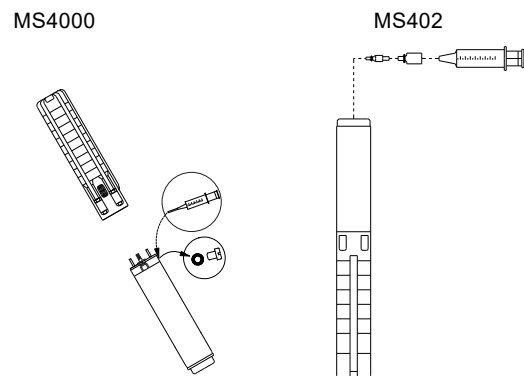

Рис. 3 Положення двигуна під час заливання - MS4000 та MS402
1. Встановіть заглибний насос, як показано на рис. 3. Гвинт заливного отвору має розташовуватись у найвищій точці електродвигуна.
3. Вприскуйте рідину в електродвигун за допомогою наливного шприца, поки рідина не почне вилитися із заливного отвору Дивіться рис. 3.